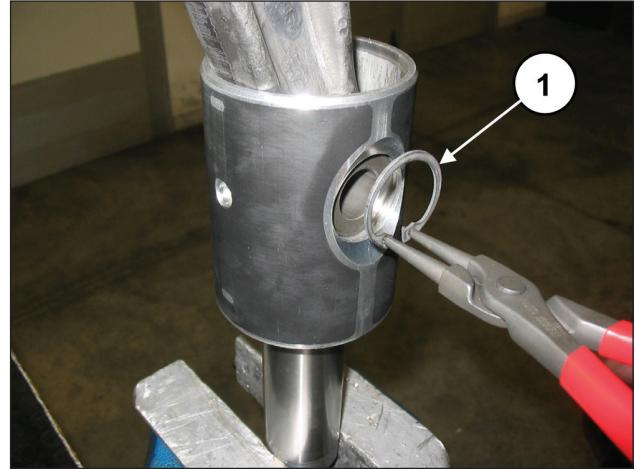

Fig. 35
Remova os dois anéis seeger de bloqueio da cavilha, usando uma ferramenta adequada (pos. ①, Fig. 35).
Insira a biela na guia do pistão (pos. ①, Fig. 37) e em seguida insira o pino (pos. ①, Fig. 36). Aplique os dois anéis seeger elásticos com a ferramenta adequada (pos. ①, Fig. 35).